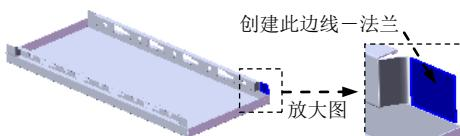
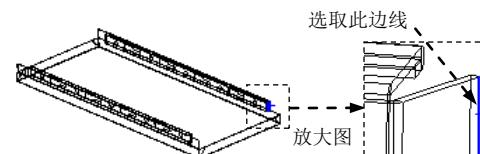

图 17.6.53 创建边线一法兰 22
图 17.6.54 定义特征的边线
Step26. 用相同的方法创建另一侧的边线一法兰 22 (图 17.6.53), 边线法兰的边线如图 17.6.54 所示。详细操作过程参见 Step20。